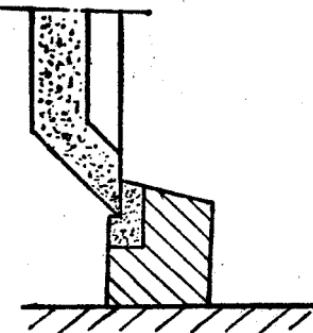

图 17
1. 车刀断屑台，用碳化硅杯形砂輪的端面来磨（見图17）。砂輪粒度是80、硬度是CM、直徑不超过150公厘。